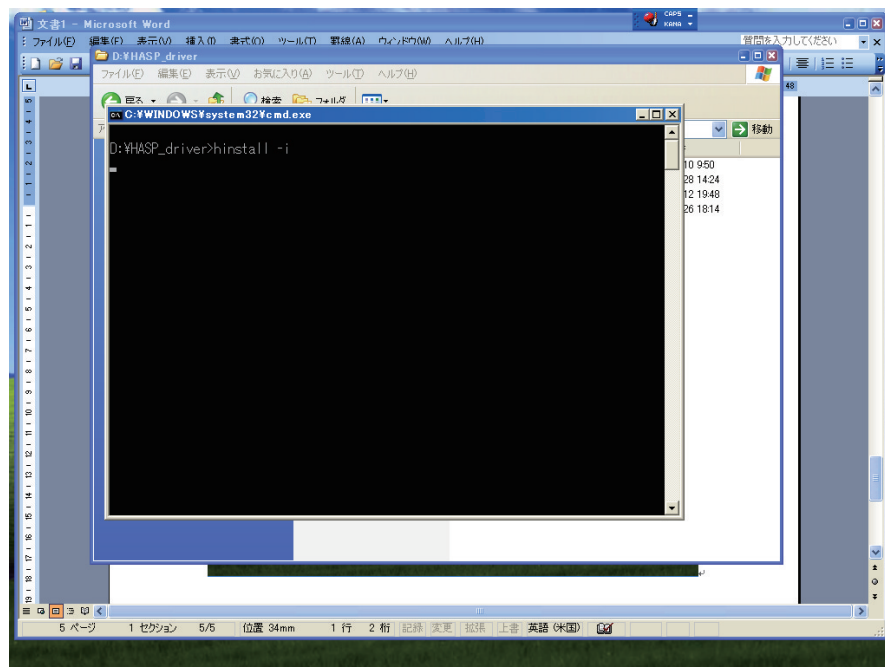

図4-6-6
- 6 「hasp」をダブルクリックすると、以下の画面が表示され、デバイスドライバのインストールが始まります(図4-6-6)。